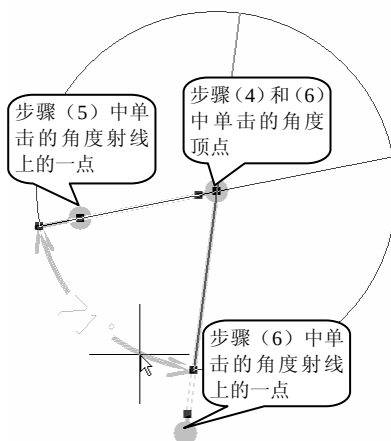

图 7.64 角度标注过程
- (3) 在“Angular Dimension”对话框中设置角度标注的属性，单击“OK”按钮。
- (4) 移动光标，在工作区选择欲标注的角度的顶点，单击鼠标，确定该顶点。
- (5) 在工作区单击欲标注的角度的的一条射线上的一点，确定该射线。
- (6) 在工作区再次单击欲标注的角度的顶点，然后单击另外一条射线上的点，确定另一条射线。
- (7) 移动光标，调整标注文本的位置，单击鼠标，完成角度的标注。过程如图 7.64 所示。